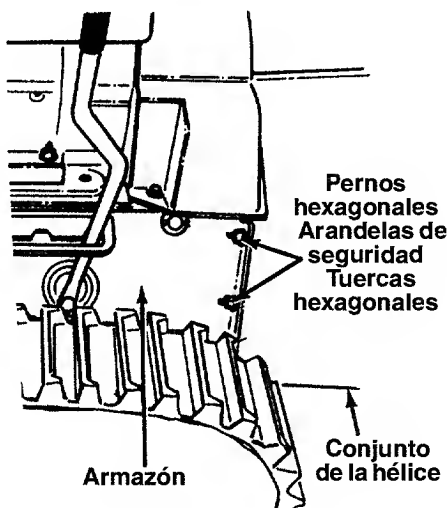

FIGURA 21
- Extraiga los seis pernos hexagonales, arandelas de seguridad y tuercas hexagonales que fijan el conjunto del armazón de la hélice al armazón. Vea la figura 21.